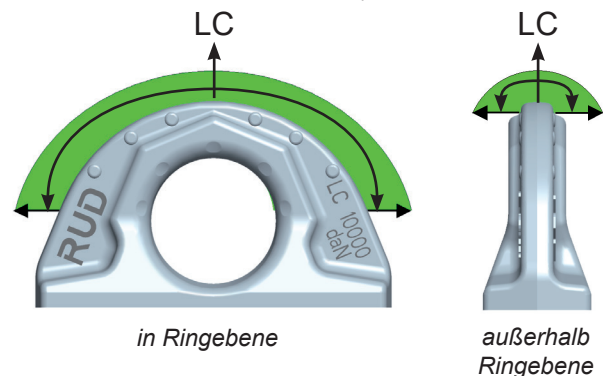

Abb. 1: zulässige Zugrichtungen
- Bringen Sie die Zurrrpunkte L-ABA in Zugrichtung an (vgl. Abb. 1 zulässige Zugrichtungen).